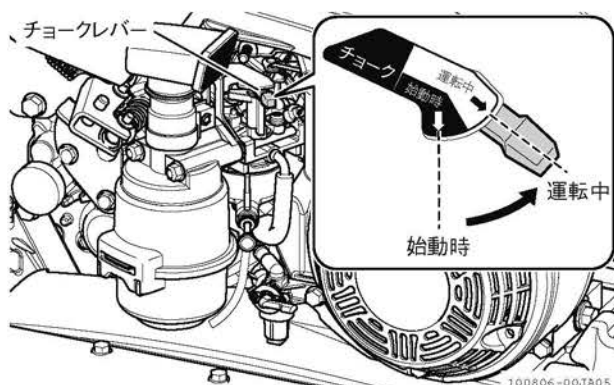

図 2-23 チョークレバー
3. エンジンの回転状態を見ながらチョークレバーを徐々に「運転中」位置にします。(図 2-23) (エンジンが冷えている場合のみ)